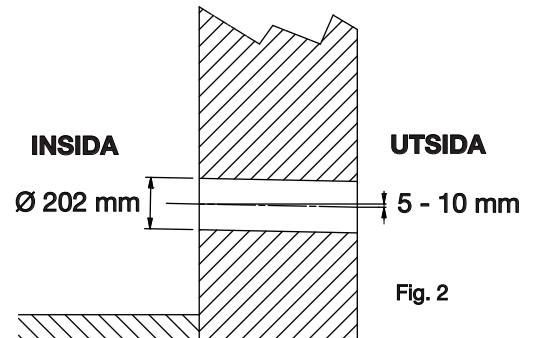

Fig. 2
- Borra de två lufthålen (A) enligt markering på bormmallen. Borra hål (B) för avledning av kondensvatten till utsidan (försäkra er om att det finns en lutning utåt - Fig. 2).
- Borra sedan hål för 4 st väggföranringar till gallren (C) enligt markeringar i bormmall.
- Efter det borras 4 hål (D) för kedjor att fästa utomhusgallren.